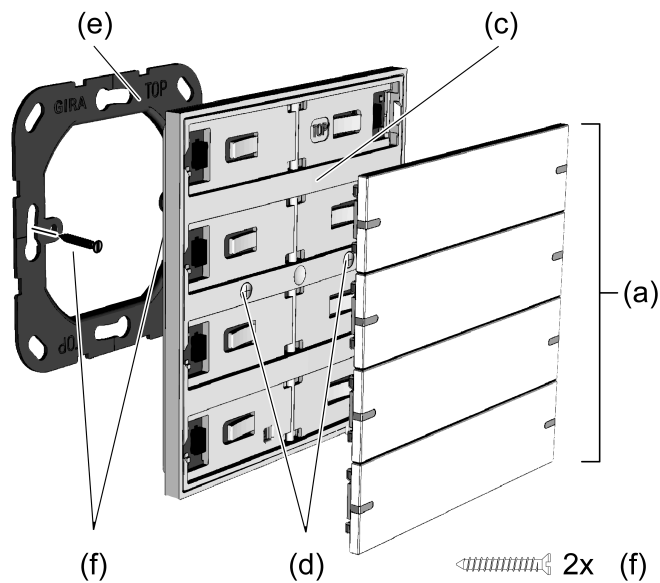
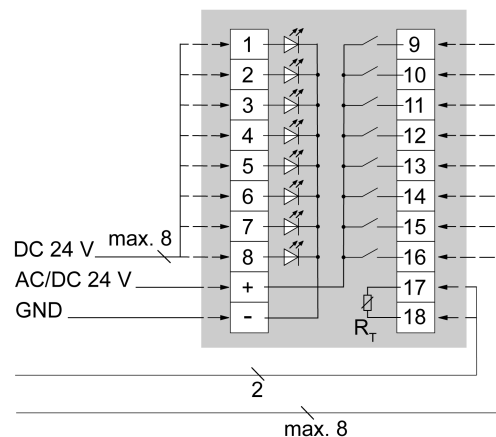

Bild 2: Montera enheten
Bild 3: Anslutning trycksensor 4x
Explosionsvy (se bild 2)
Montera och ansluta enheten (se bild 2), (se bild 3)
- Anslut trycksensor (c) enligt (se bild 3)